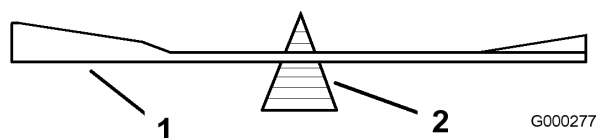

Figure 52
2. Vérifiez l'équilibre de la lame en la plaçant sur un équilibreur (Figure 52). Si la lame reste horizontale, elle est équilibrée et peut être utilisée. Si la lame est déséquilibrée, limez un peu l'extrémité de la
partie incurvée seulement (Figure 52). Répétez la procédure jusqu'à ce que la lame soit équilibrée.